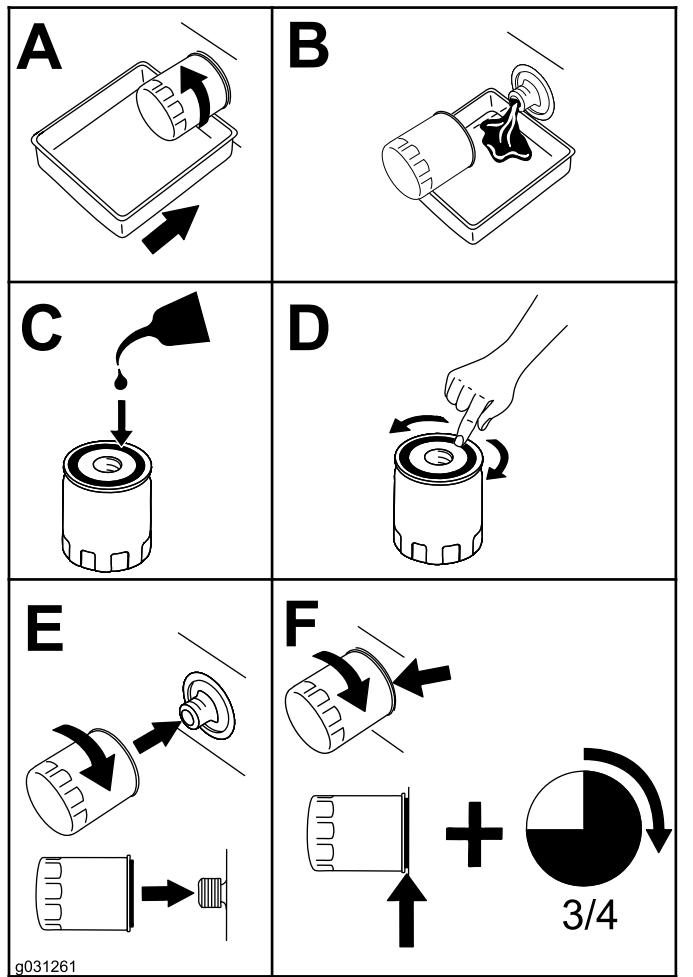

Figura 55
11. Cambie el filtro de aceite (Figura 55).